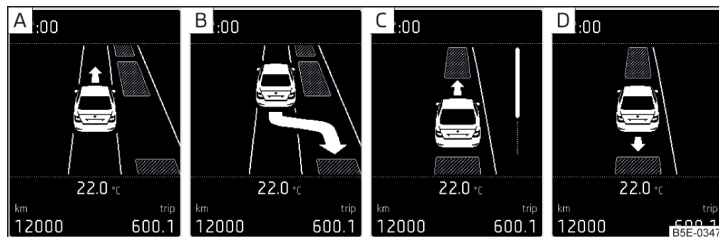

Fig. 156 Indicatoarele de pe afișaj
Indicatoarele de pe afișaj » fig. 156
Când sistemul găsește un spațiu de parcare, acesta va fi afișat pe afișaj » fig. 156 - [A].
- » Continuați deplasarea înainte, până când pe ecran apare afișajul » fig. 156 - [B].
- » Dacă pe ecran clipește săgeata care indică spre înainte » fig. 156 - [C], cuplați treapta 1 de viteză, respectiv aduceți maneta selectorului de viteze în poziția D.
- » Dacă pe ecran clipește săgeata care indică în spate » fig. 156 - [D], cuplați din nou treapta marșarier, respectiv aduceți maneta selectorului de viteze în poziția R.